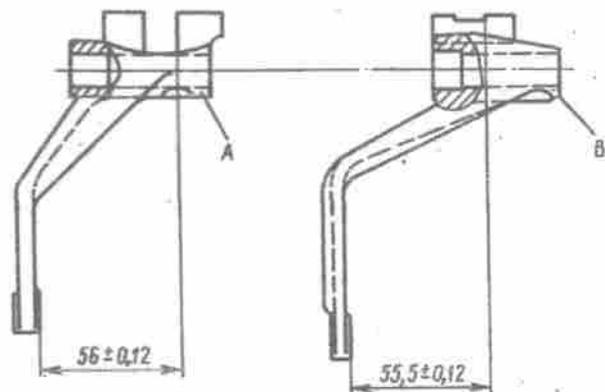

Bild 88. Kontrollmaße der Schaltgabeln des Wech-selgetriebes:
3. Verkantung der Teile Gabeln ausrichten, wie in infolge gebogener Bild 88 dargestellt bzw. Schaltgabeln durch neue ersetzen